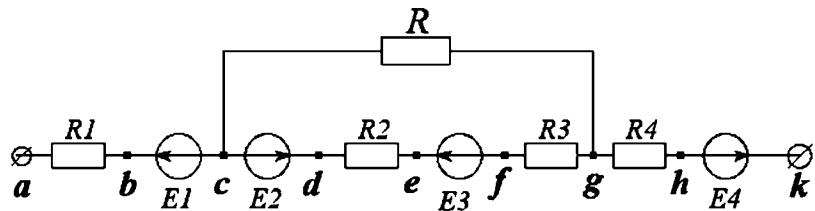

Рис. 1.68. Схема к задачам 7 и 8
8. Определить ток  $I$  и потенциалы точек b, c, d, e, f, g, h (рис. 1.68), считая потенциалы  $\varphi_a$  и  $\varphi_k$  неизменными; определить ток, который потечет по сопротивлению  $R = 100$  Ом, если его подключить к точкам с и g,  $\varphi_a = -50$  В,  $\varphi_k = 25$  В,  $E_1 = 10$  В,  $R_{Bh1} = 1$  Ом,  $E_2 = 30$  В,  $R_{Bh2} = 8$  Ом,  $E_3 = 20$  В,  $R_{Bh3} = 10$  Ом,  $E_4 = 15$  В,  $R_{Bh4} = 6$  Ом,  $R_1 = 10$  Ом,  $R_2 = 20$  Ом,  $R_3 = 50$  Ом,  $R_4 = 20$  Ом.